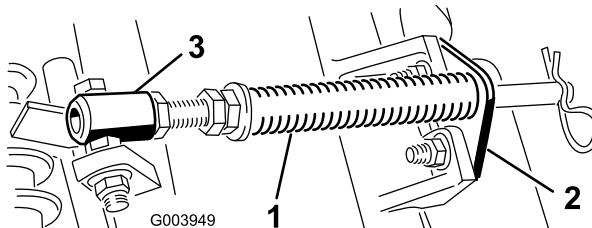

Figure 5
A. Retirez les 2 boulons de carrossiers et les écrous de fixation du support de tige aux pattes du plateau de coupe (Figure 5).
B. Retirez l'écrou à embase qui fixe la vis du tube de ressort à la patte du bâti porteur (Figure 5). Déposez l'ensemble.